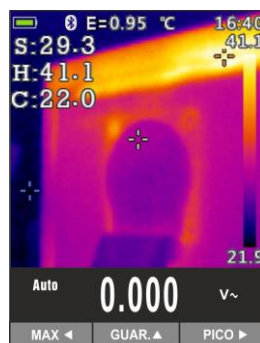

Fig. 45: Guardado imagen IR
9. Pulse la tecla **HOLD/REL** para fijar el resultado. El mensaje "HOLD" y la tecla **GUAR. ▲** aparece en el visualizador y (ver Fig. 45)